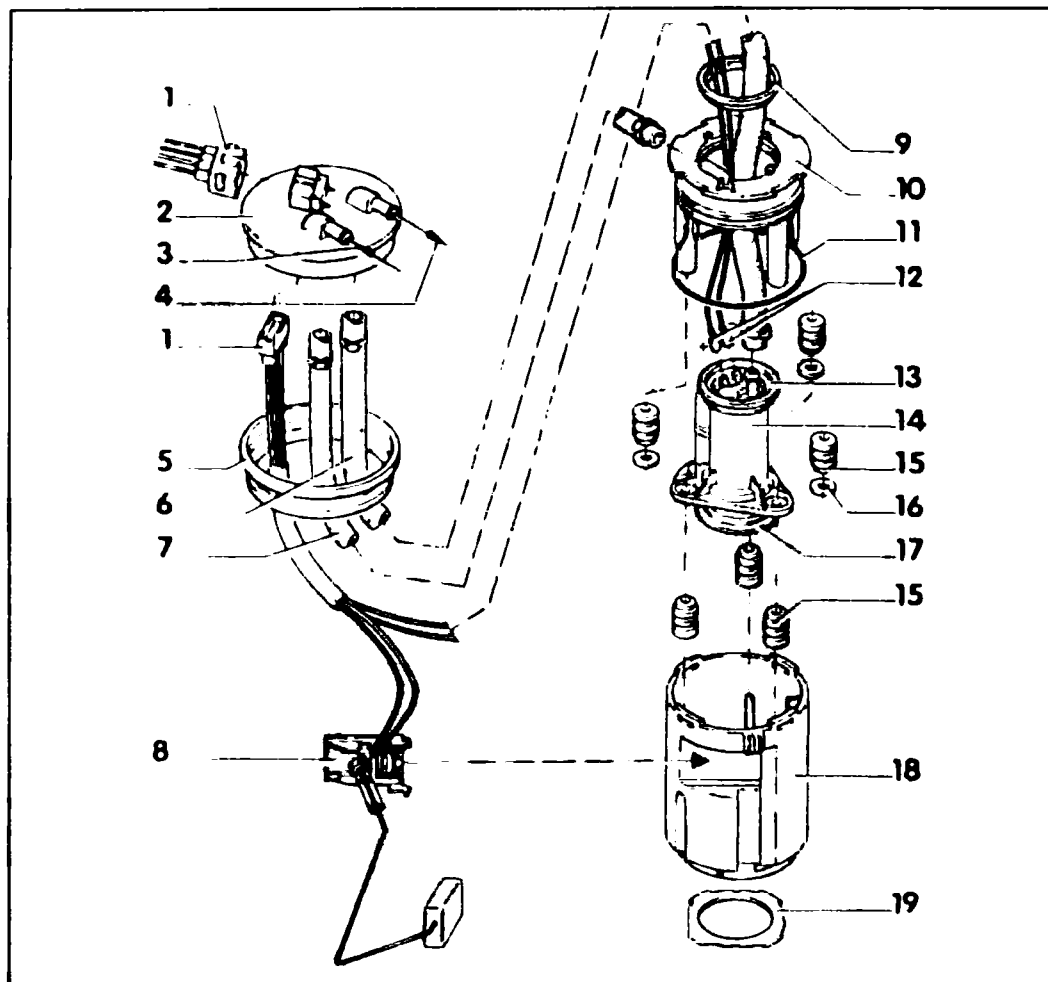

Рис.4.27 Топливный насос и датчик уровня топлива
Топливный насос бензиновых двигателей совмещен с датчиком уровня топлива и расположен в топливном баке. У дизельного двигателя топливный насос встроен в ТНВД, датчик уровня топлива находится сверху на топливном баке (см. рис. 4.27).
- ◆ Покройте смазкой и установите уплотнительное кольцо (5) крышки (2) (см. рис. 4.27).